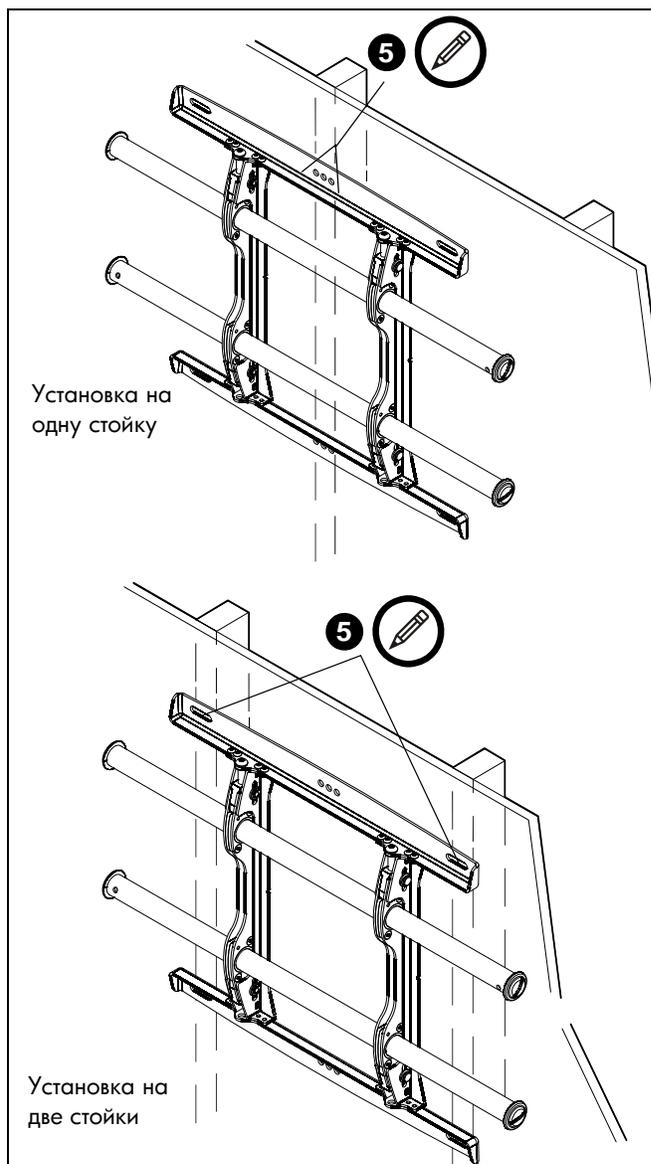

рис. 2
5. При помощи уровня сделайте на стене отметки на каждой из стоек каркаса там, где будут расположены верхние монтажные отверстия. (См. рис. 2)
ПРИМЕЧАНИЕ. MSM и МТМ можно прикрепить через монтажные пазы на двойных стойках или центральные монтажные отверстия на одной стойке. (См. рис. 2)